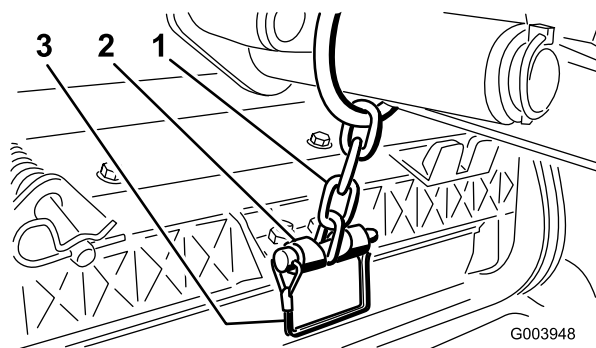

Figura 9
11. Sujete la cadena del brazo de elevación al soporte de la cadena con el pasador de seguridad (Figura 9).